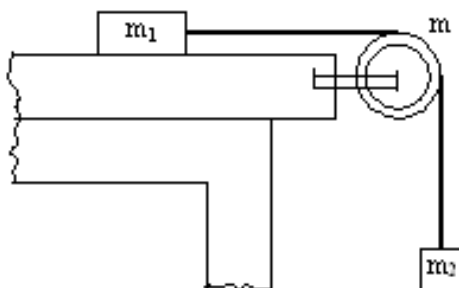

Рис. 6
17. Два тела массами $m_1 = 0,25\text{ кг}$ и $m_2 = 0,15\text{ кг}$ связаны тонкой нитью, переброшенной через блок (рис.6). Блок укреплен на краю горизонтального стола, по поверхности которого скользит